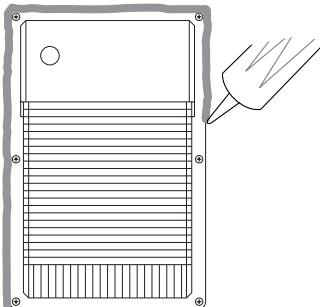

Figure 3
7. Appliquez un scellant d'étanchéité à la silicone autour du socle du luminaire (Figure 3).